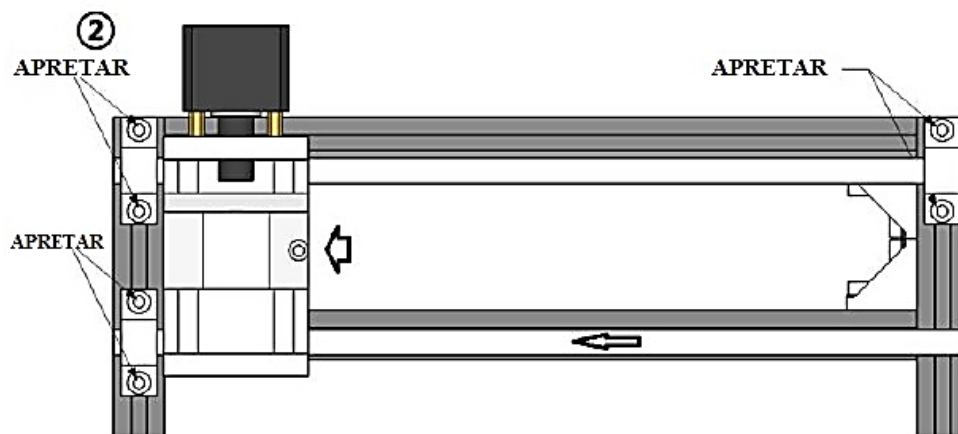

Figura 2.11. Colocación de segunda barra lisa en soporte y cabezal de herramienta.
- 2) En la misma posición extrema se realiza el segundo ajuste del cabezal porta herramienta con respecto al soporte y la barra lisa inferior de acuerdo con la figura 2.11.